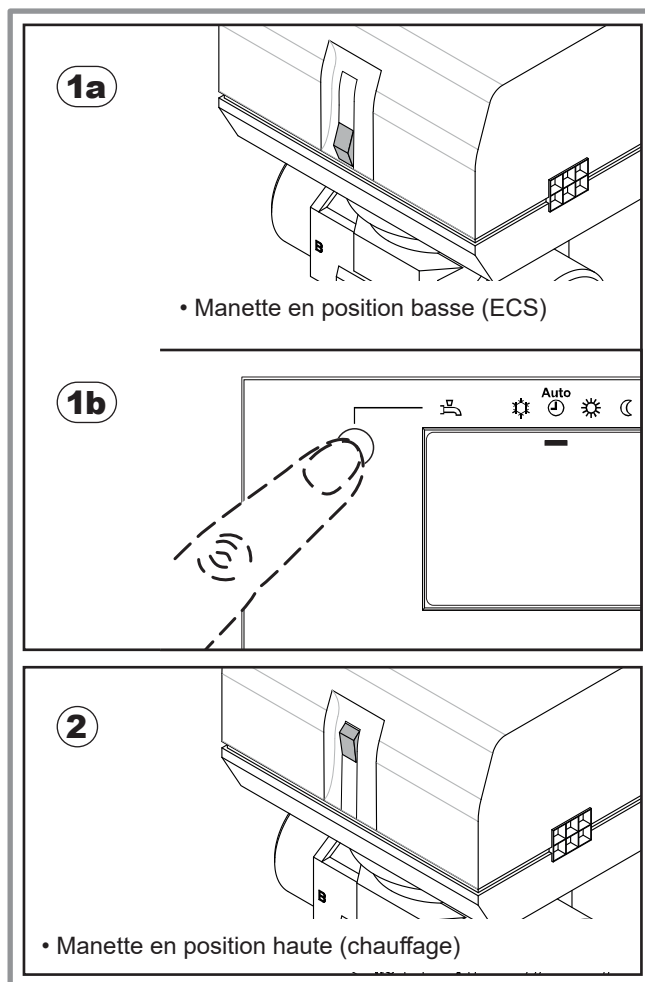

figure 52 - Vanne directionnelle en position chauffage
• **1a** - Si la manette de la vanne directionnelle est en position basse (position ECS) (figure 52) :
• **1a** - La manette de la vanne directionnelle doit être en position basse (position ECS) (figure 52).
• **1** - Si la manette de la vanne directionnelle est en position basse (position ECS) (figure 52) :